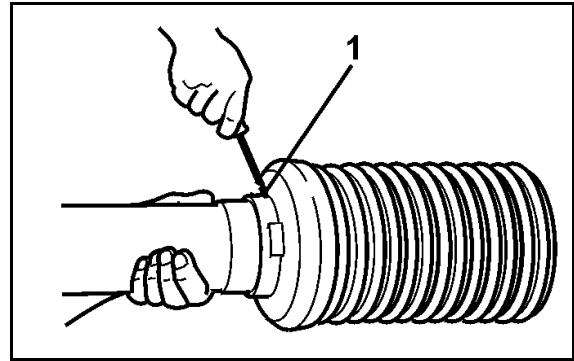

Fig. 52
2. Arretierschraube (Fig. 52/1) am Schutztrichter herausdrehen.